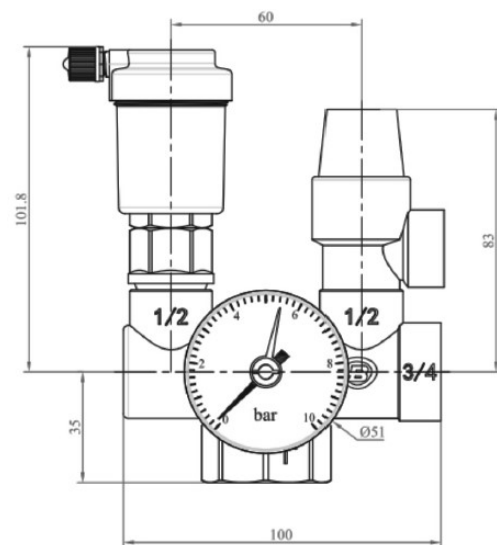

рис. 2
- 2.7. Габариты и присоединительные размеры приведены на рис. 2.